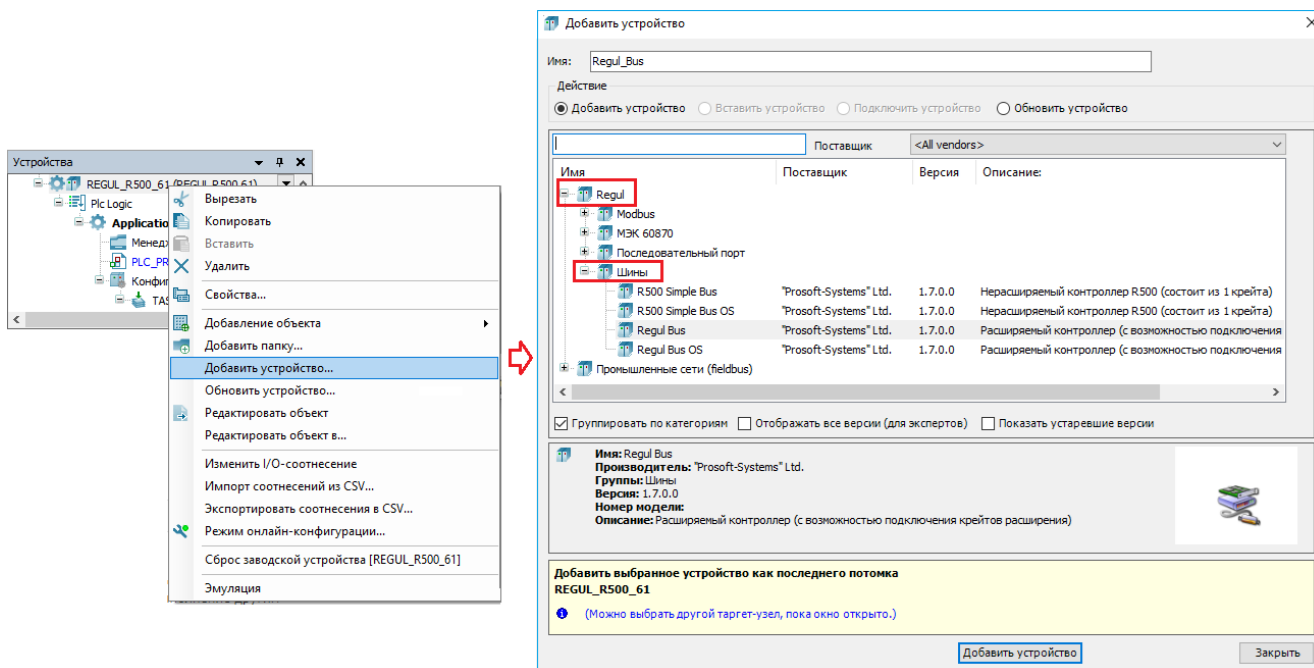

Рисунок 49 - Добавить устройство. Переход на соответствующую шину
- через удаление. Поставьте курсор в проекте на название шины, нажмите правую кнопку мыши. Появится контекстное меню, в котором выберите **Удалить**. Далее поставьте курсор в проекте на название контроллера, нажмите правую кнопку мыши. Появится контекстное меню, в котором выберите **Добавить устройство**. Откроется окно **Добавить устройство**, перейдите **Regul**⇒**Шины** и выберите необходимую, нажмите кнопку **Добавить устройство**. (Рисунок 49).